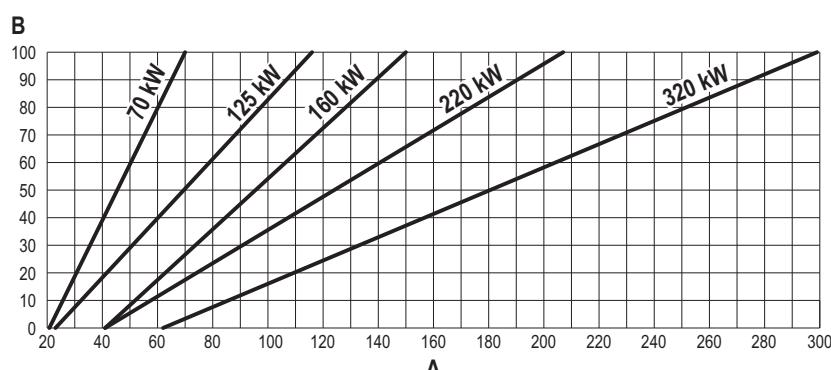

fig. 62
- Premere i **tasti contestuali 1 e 2** per aumentare o diminuire la portata termica (minima = 00 - Massima = 100). Vedi diagramma "Regolazione Portata Termica" (fig. 62).